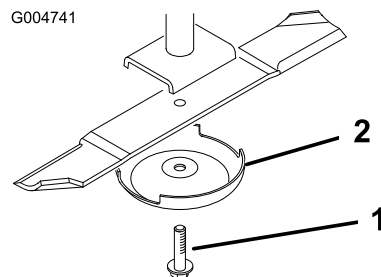

Figura 131
4. Afferrate l'estremità della lama utilizzando un panno o un guanto imbottito e rimuovete il bullone della lama, la coppa antistrappo e la lama dall'asse del fusello (Figura 131).